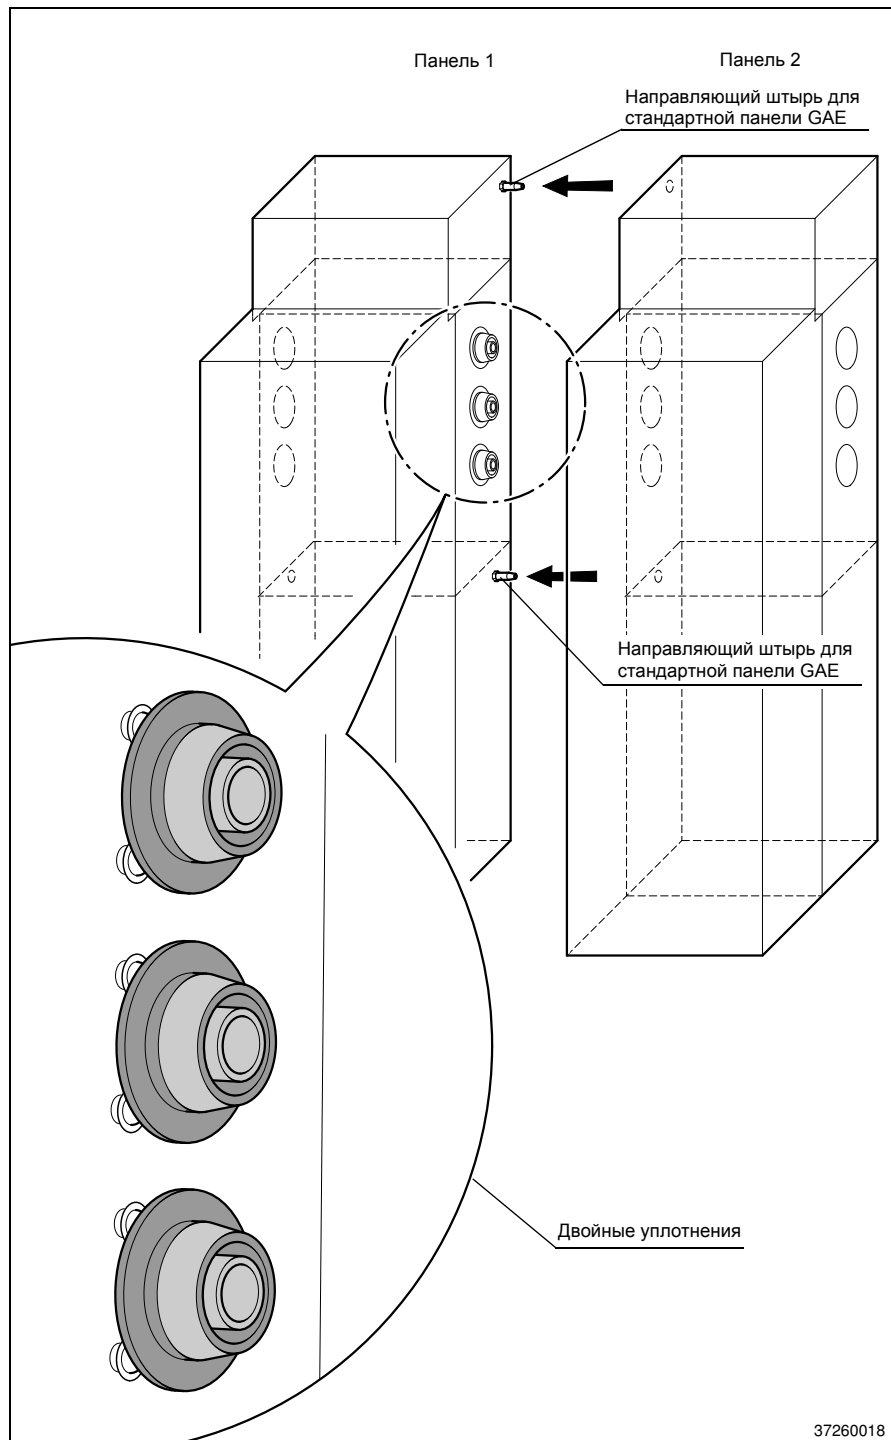

Рис. 31
14. Установка панелей в секцию (Рис. 31)